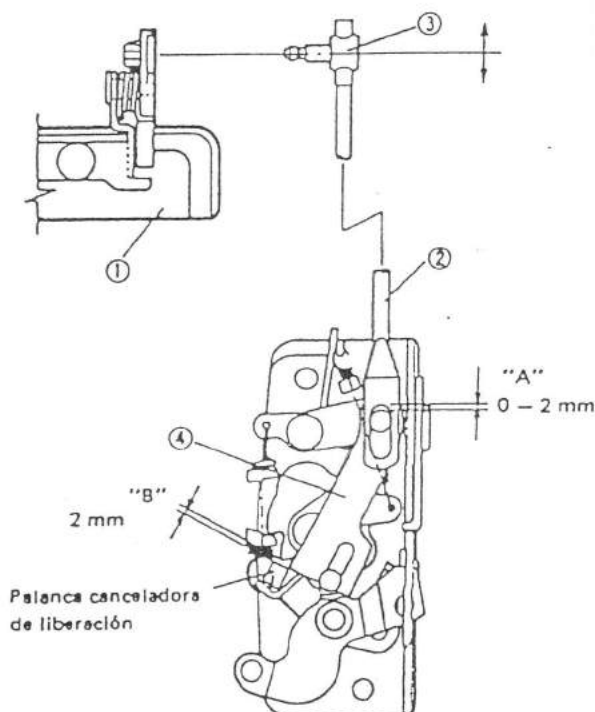

Fig. 20-2-2
Al instalar la varilla de apertura (2) en la manilla de apertura exterior (1), ajuste la holgura "A" a 0 - 2 mm y la "B" a 2 mm girando la junta (3) de ajuste, como se observa en la Fig. 20-2-2.
Después de reinstalar el percutor o la cerradura de la puerta, ajuste la dimensión "C" de la Fig. 20-2-2 a 1,0 mm moviendo el percutor hacia arriba y abajo.